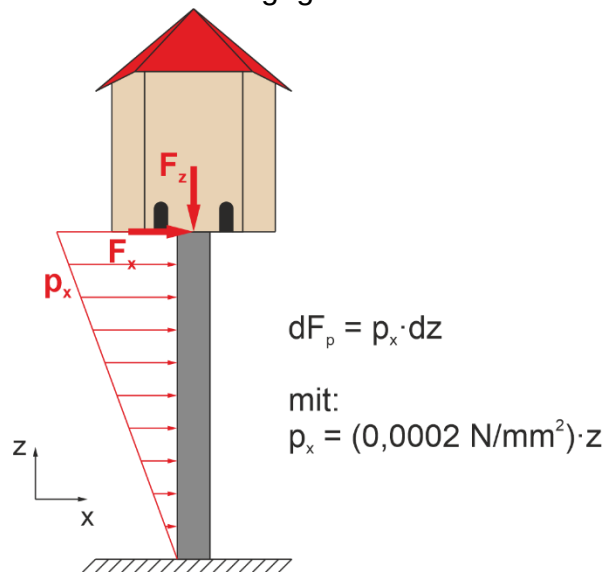

Bild 2.3: Taubenhaus mit Windlast am Ständerrohr.
- g) Am Original-Ständerrohr ($d_a = 1000 \text{ mm}$) wurde bisher nur die Windlast F_x berücksichtigt, die aus dem Strömungswiderstand des Vogelhauses resultiert. In Realität greift aber auch am Masten eine Windlast an (siehe Bild 2.3). Wie groß ist die verbleibende Sicherheit gegen Fließen? **(4,0 P.)**